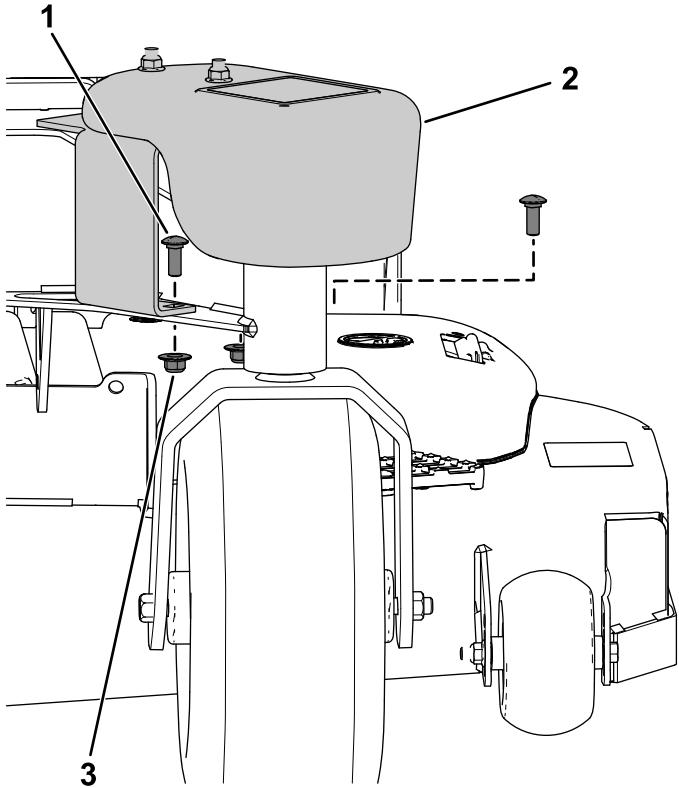

Figure 10
1. Fixez la masse au bras de la roue pivotante à l'aide de 2 boulons de carrosserie ( $\frac{3}{8}$  x 1 po) et 2 écrous à embase ( $\frac{3}{8}$  po), comme montré à la Figure 10.